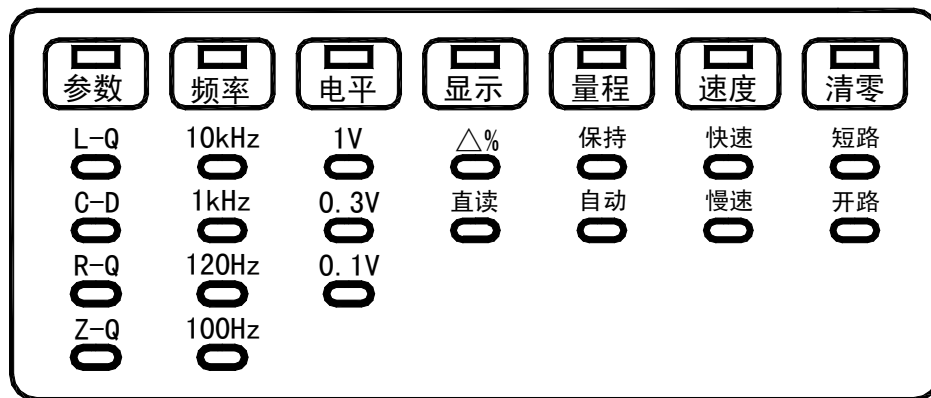

图 2-2 常用状态指示示意图
1. “测量”状态：对应七种常用功能的选择，功能直接在面板上指示（见图 2-2），仪器在“测量”状态时使用“ \wedge ”“ \vee ”“ \triangleleft ”“ \triangleright ”“启动”即可获得。
“测量”状态的功能指示如 P2-1 页图 2-2 所示。